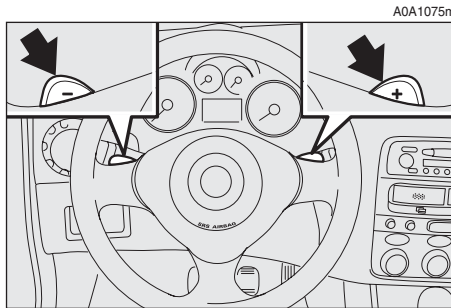

fig. 135
- las palancas en el volante (**fig. 135**).